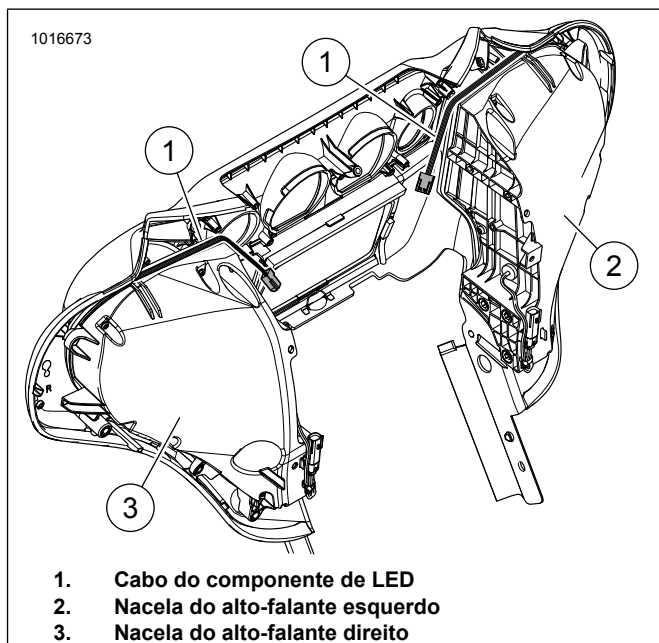

Figura 9. Mostrado na carenagem do modelo FLH, a orientação do cabo no modelo FLTR é parecida
7. Veja a figura 9. Oriente o cabo do componente de LED (1) conforme mostrado.